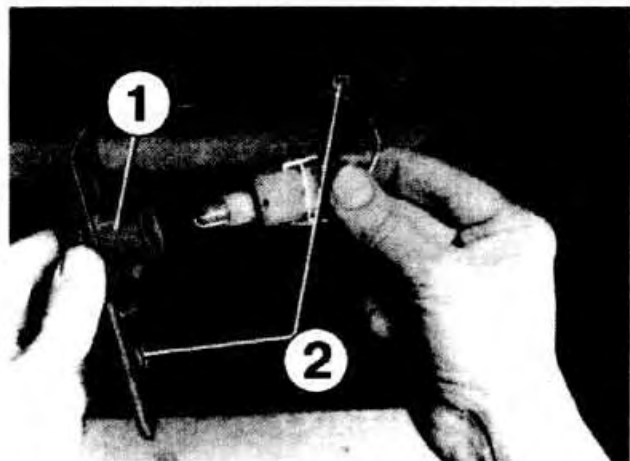

Рис. I-36. Замена лампы бокового указателя поворота:
- Отвернуть винт крепления бокового указателя поворота, сдвинуть корпус указателя вперед и вынуть его (рис. I-36).